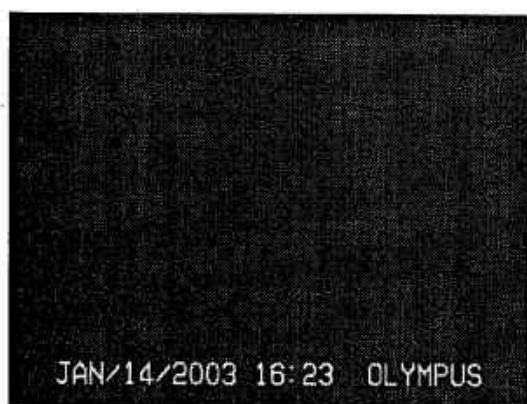

図 3.21
3. モニター上の表示が図3.21 に示す状態になっていることを確認します。